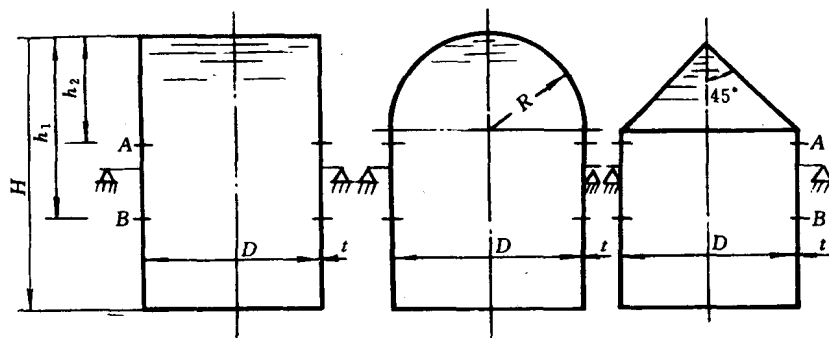

图 2-5
7. 图 2-5 示出三个直径 D ，壁厚 t 和高度 H 均相同的薄壁容器，容器内充满液体，液体密度为 ρ ，分别悬挂在支座上，试问：